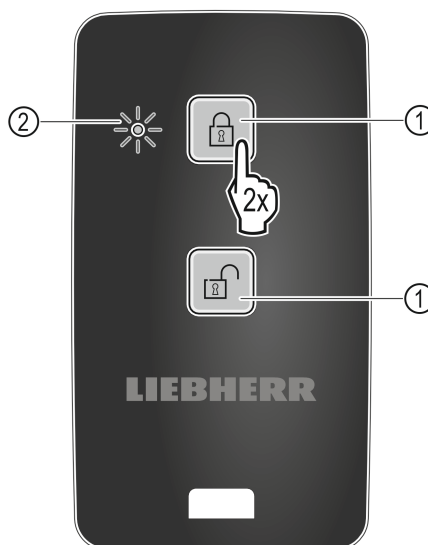

Fig. 80
- ▶ Eine Taste auf Fernbedienung Fig. 80 (1) zweimal drücken.
- ▷ Die Status-LED Fig. 80 (2) auf der Fernbedienung blinkt dreimal.